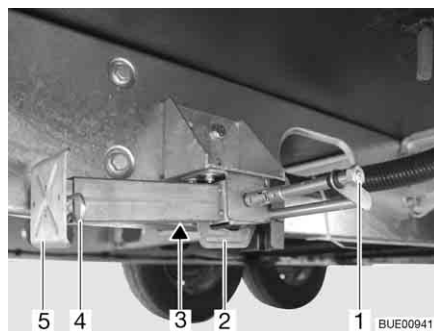

Bild 23 Hubstütze
- Am Sechskant (Bild 23,1) den Steckschlüssel aufstecken und drehen, bis die Hubstütze senkrecht nach unten steht.
- Wenn die Länge der Hubstütze verstellbar ist, den Splint (Bild 23,4) aus der Stützfußverlängerung (Bild 23,5) herausziehen.
- Am Sechskant (Bild 23,1) den Steckschlüssel aufstecken und drehen, bis die Hubstütze wieder vom Boden frei ist.
- Stützfußverlängerung (Bild 23,5) ganz einschieben und Splint (Bild 23,4) in die vorgesehene Bohrung an der Stützfußverlängerung stecken.
- Am Sechskant (Bild 23,1) drehen, bis die Hubstütze nach oben geschwenkt ist und die Führung (Bild 23,2) ganz am Ende des Schlitzes (Bild 23,3) ansteht.